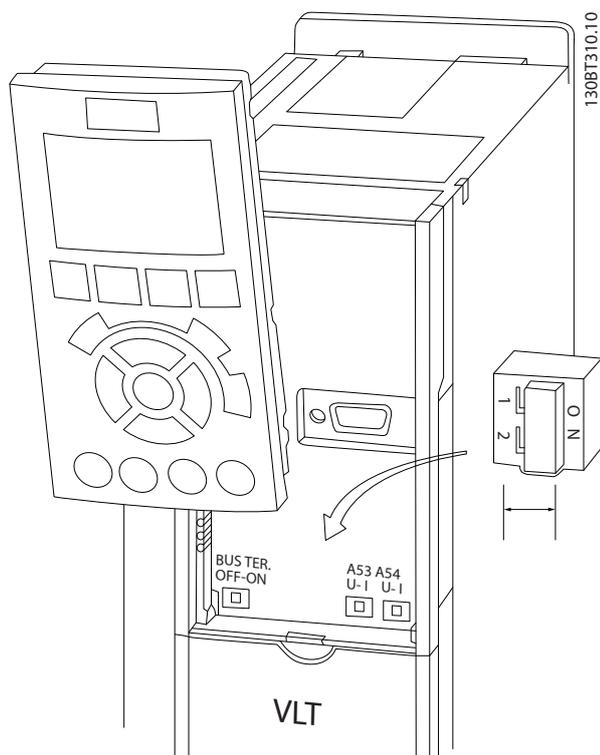

Abbildung 2.18 Lage der Klemmschalter 53 und 54 und Busabschlusschalter
- Sie erreichen die Schalter, indem Sie das LCP abnehmen (siehe *Abbildung 2.18*).